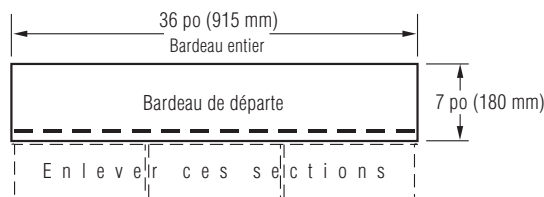

Figure 10-6 : Fabriquez des bardeaux de départ en enlevant les languettes inférieures de 5 po.
1. Utilisez CertainTeed SwiftStart® ou une couche de départ composée de bardeaux dont les languettes inférieures de 5 po ont été enlevées (Figure 10-6). N'oubliez pas que sur la rangée de départ, le scellant doit être aussi près que possible du bord de l'avant-toit.
1. Utilisez CertainTeed Swiftstart® ou une rangée de départ constituée de bardeaux dont les languettes inférieures de 5 po ont été enlevées (Figure 10-6). N'oubliez pas que sur la rangée de départ, le scellant doit être aussi près que possible du bord de l'avant-toit.
1. Utilisez des bardeaux de départ SwiftStart® de CertainTeed, ou une rangée de départ composé de bardeaux dont une bande de 5 po a été enlevée dans le bas des languettes (Figure 10-6). N'oubliez pas que sur la rangée de départ, le scellant doit être aussi près que possible du bord de l'avant-toit.